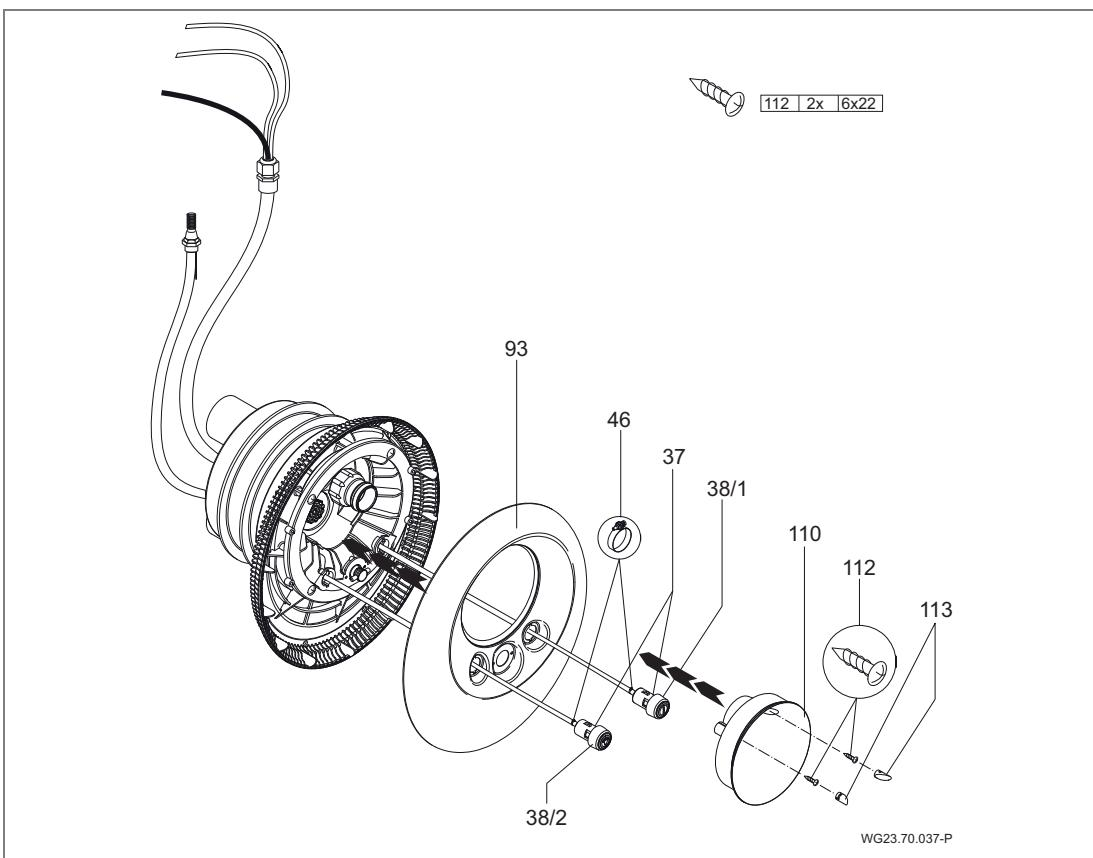

Fig. 18
7. Pasar las mangas neumáticas por las aberturas de la placa de acero inoxidable (93) - encender y apagar la luz a la izquierda; encender y apagar la bomba a la derecha - y fijarlas a los pulsadores correspondientes con las abrazaderas para mangas (46). (Fig. 18)